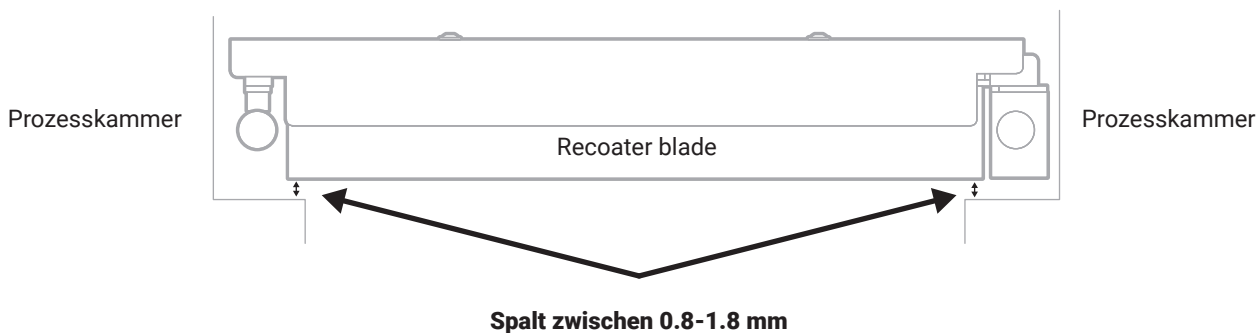

Abb. 6 Der richtige Abstand (Spalt) zwischen dem Recoater Blade und der Prozesskammer.
17. Beurteile den Spalt zwischen dem Recoater Blade und der Prozesskammer. Der richtige Wert sollte zwischen 0,8 und 1,8 mm liegen (Abb. 6).